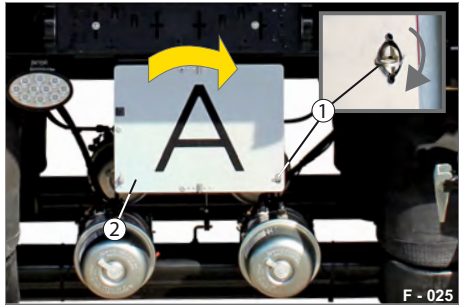

Abb. 47 Abfall-Tafel, Alu-Blech am Heck des Anhängers
- ▶ Öffnen Sie den Drehverschluss (Abb. 47/1) - in senkrechte Stellung drehen.
- ▶ Klappen Sie die Teilhälfte (Abb. 47/2) der Warntafel auf.